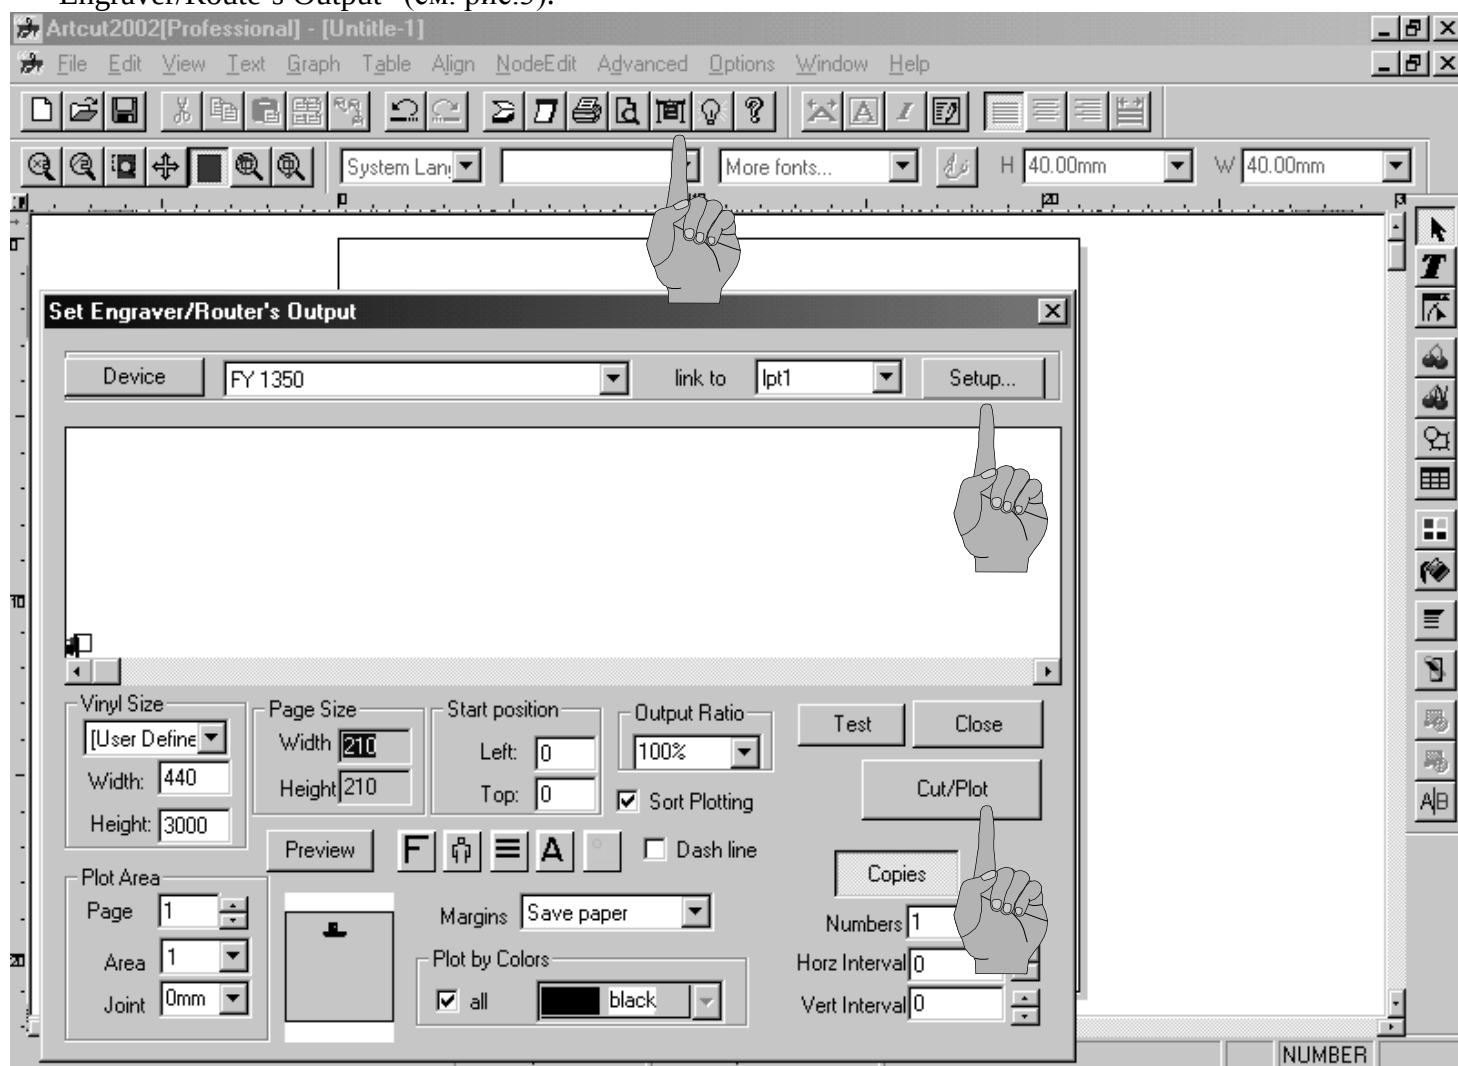
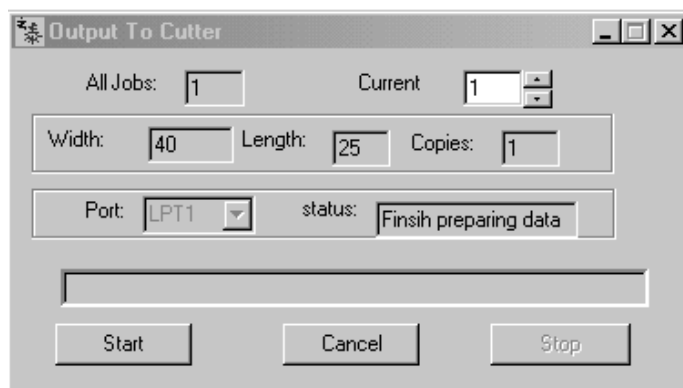

Рис.3
Рис.6
5. Для нарезки изображения нажмите на клавишу  “Cut/Plot”, появится окно “Set Engraver/Router’s Output” (см. рис.3).
- Для настройки желаемого офсет ножа: коррекции углов “SharpAngle” и замыкания контура “Close”, в окне “Set Engraver/Route’s Output” нажмите клавишу “Setup...” (см. рис.3), появится окно настройки “Device Setup” (см. рис.5).
- После выбора всех параметров резки, нажмите клавишу  “Cut/Plot” (см. рис.3) и в появившемся окне “Output To Cutter”, нажмите клавишу “Start” (см. рис.6).